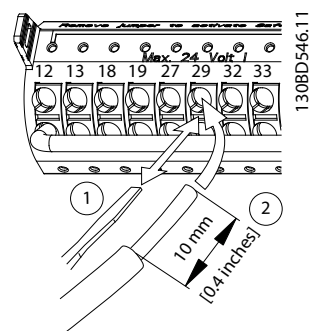

Bild 5.20 Ansluta flexibla styrkablarna
- Om du använder en flexibel kabel öppnar du kontakten genom att sätta en liten skruvmejsel i öppningen ovanför plinthålen och trycka mejseln lätt inåt. Se *Bild 5.20* Sätt sedan i den skalade kabeln i kontakten och ta bort skruvmejseln.